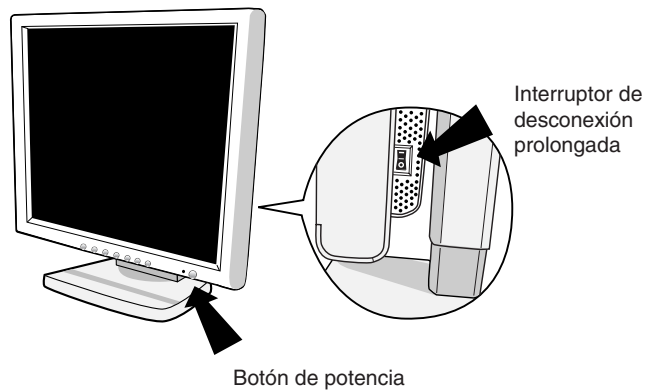

Figura E.1
5. Compruebe que el interruptor de desconexión prolongada de la parte derecha del monitor está en la posición ENCENDIDO. Encienda el monitor y el ordenador con el botón de potencia (**Figura E.1**).